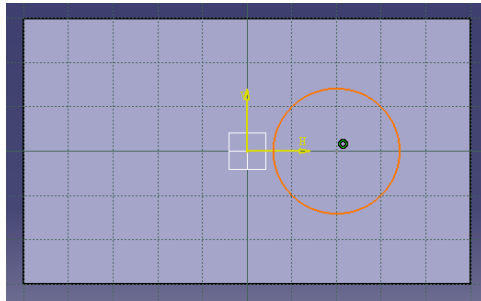

图 3-9
(2) 选择上一面，进入 Sketcher 后，用 Circle 画一个圆（见图 3-9）。